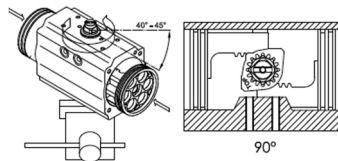

Abb. 14: Gehäuse im Uhrzeigersinn drehen
- ▶ Bei Standarddrehrichtungsmontage Ausführung ST (im Uhrzeigersinn schließend) das Gehäuse (Pos. 50) um 40-45° im Uhrzeigersinn drehen (siehe Bild 14).